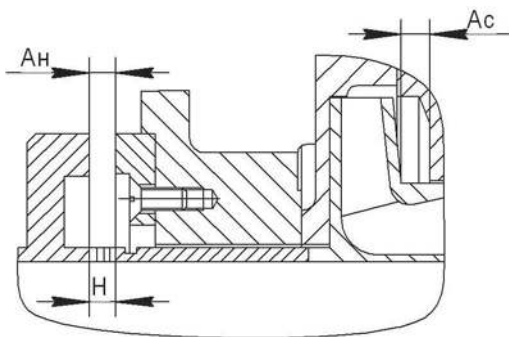

Рис.12. Ротор смещен в сторону нагнетания.
- з) сдвиньте ротор насоса в сторону нагнетания до отказа и замерьте расстояние  $A_n$  (рис. 12);